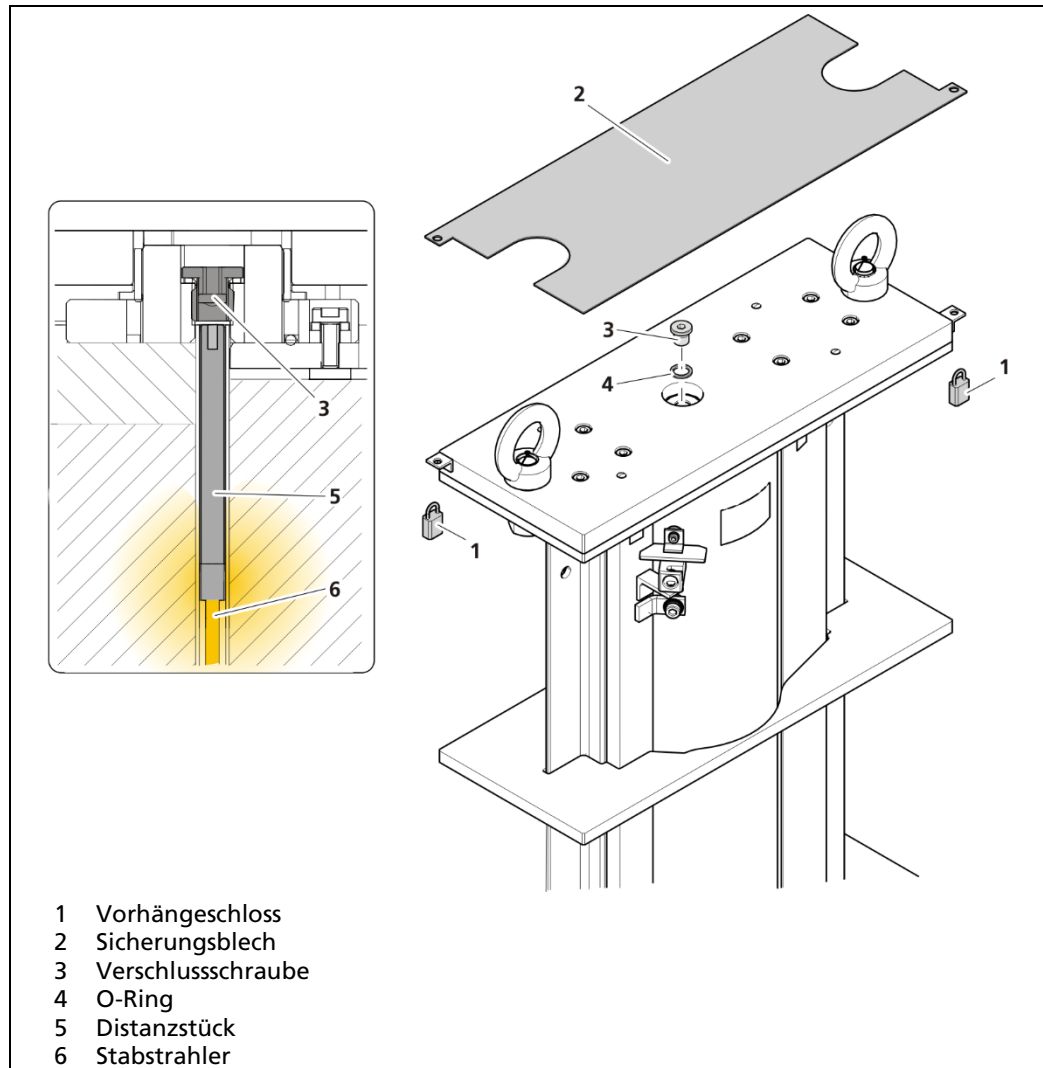

Abb. 12 Strahler zugänglich machen
2. Entfernen Sie die Vorhängeschlösser (Abb. 12, Pos.1) und nehmen Sie das Sicherungsblech (Abb. 12, Pos.2) ab.
- ▶ Die Verschlusschraube (Abb. 12, Pos.3) wird sichtbar.
3. Lösen Sie die Verschlusschraube (Abb. 12, Pos. 3).
4. Entfernen Sie den O-Ring (Abb. 12, Pos.4).